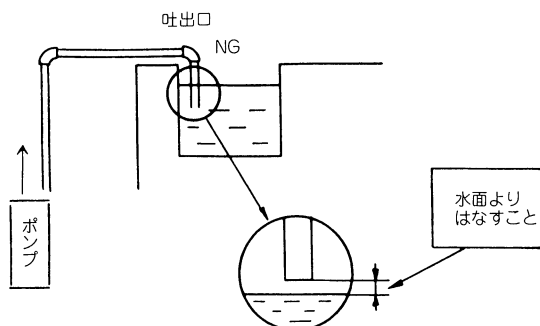

図 2
- ① ポンプの取扱いは丁重に行なって下さい。ポンプ据付時の上げ下げにはロープを使用して下さい。ロープ代りにキャブタイヤケーブルを引張ると絶縁不良になる恐れがあり危険です。
- ② 吐出し口は水中に入らないようにして下さい。そうしないとポンプが停止した場合、サイホン現象で逆流します。(図 2)
- ③ 現地でのケーブルの継ぎ足しはしないで下さい。長いコードが必要な場合は、その旨弊社事業所へご連絡下さい。